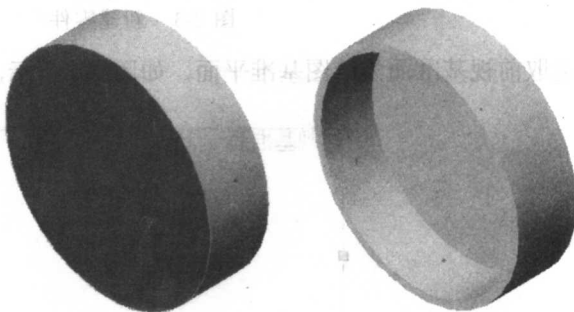

图 2-7 抽壳
**STEP 5** 点击 (抽壳 )，厚度值设为 1mm，如图选取一圆面为开放面，完成抽壳设置，如图 2-7 所示。